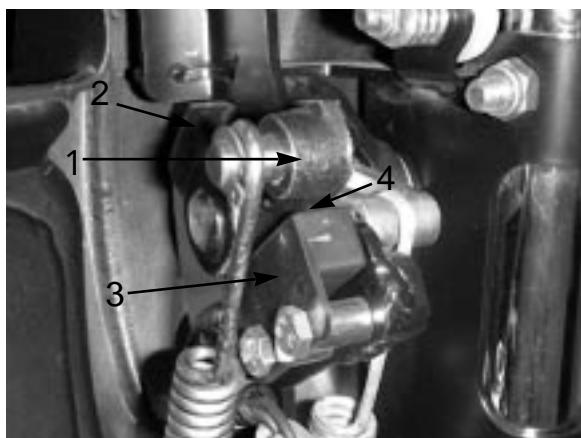

図50
2. 走行レバーを操作して、ニュートラル・ストップに接触させる（図50）
3. スイッチを固定しているネジ（図50）をゆるめる。
4. 行走レバーとスイッチの間に0.8 mmのすきまゲージをはさむ（図50）。